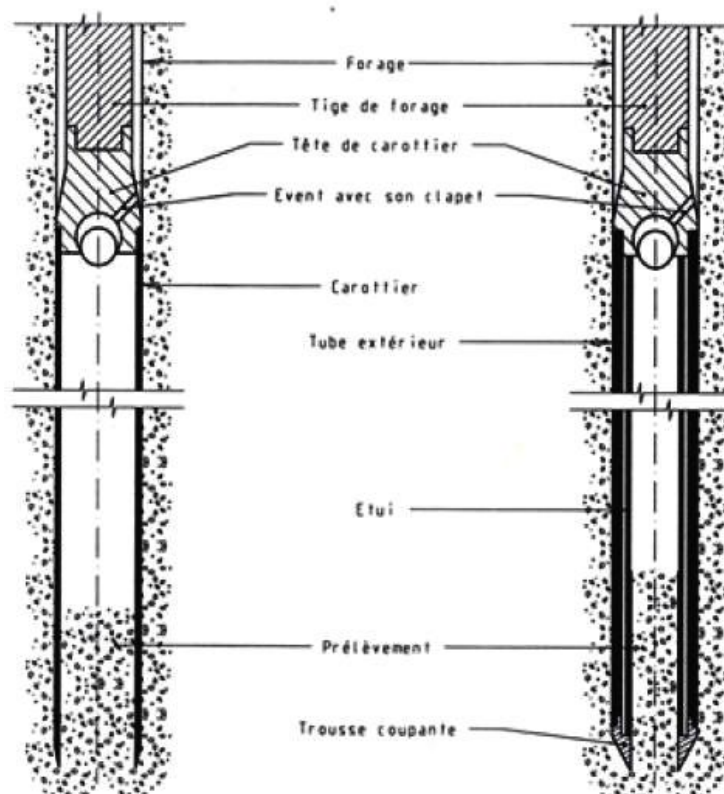

Figure 01 : Carottier à paroi mince
- **Carottier à paroi mince** : Il s'agit d'un tube d'épaisseur fine au regard de son diamètre intérieur qui permet de **prélever des matériaux fins**. Selon les configurations, le tube du carottier peut directement servir au conditionnement de l'échantillon (tube à changer après chaque passe) ou recevoir un étui intérieur extrait en fin de passe de sondage (Fig.01).